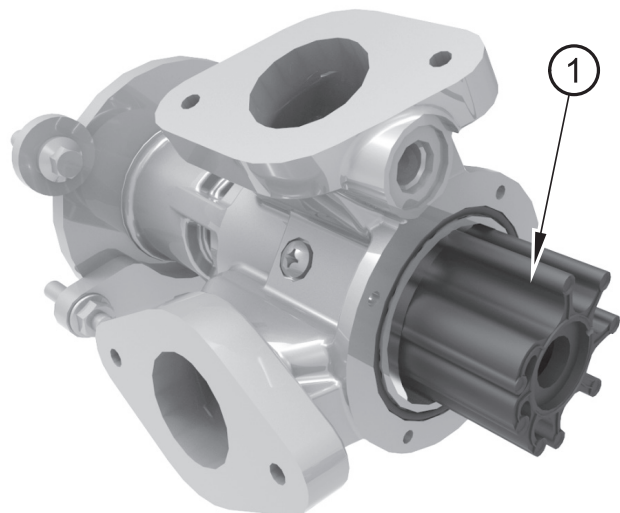

Figura 11
4. Quite el tapón de goma (elemento 2) y, a continuación, tire del impulsor para sacarlo del eje (figura 11, elemento 1).